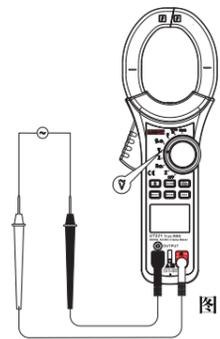

图 4
(2) 交流电压 (V~) (见图4)
2.交流电压测量 (V~) (见图4)